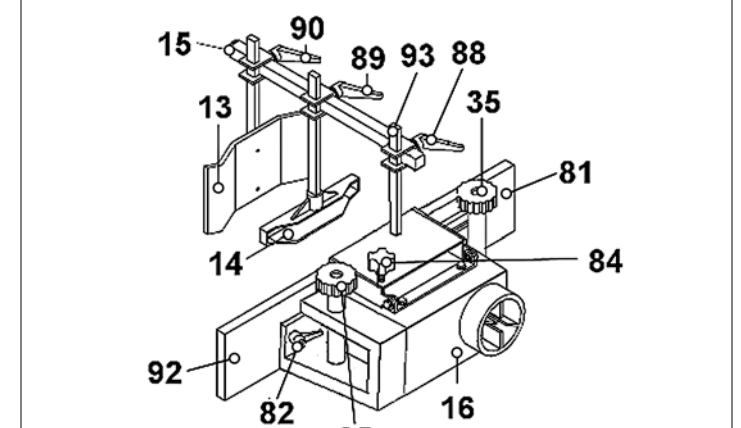

Рис. 21
8.9.3. Как показано на Рис. 21 на штанге (15) установите и винтами (89 и 90) закрепите вертикальный и горизонтальный прижимы (13 и 14).